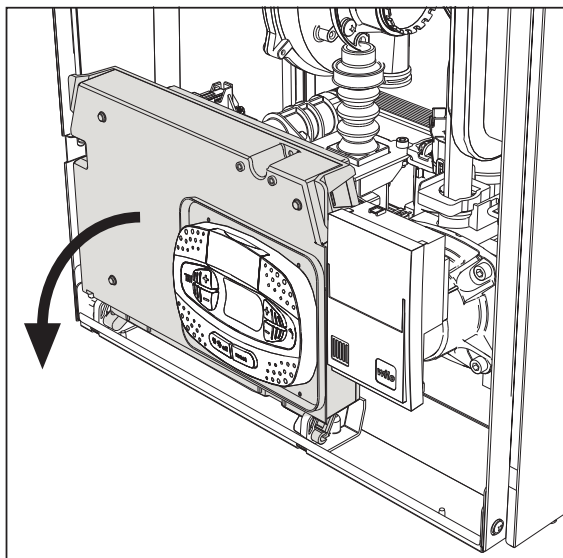
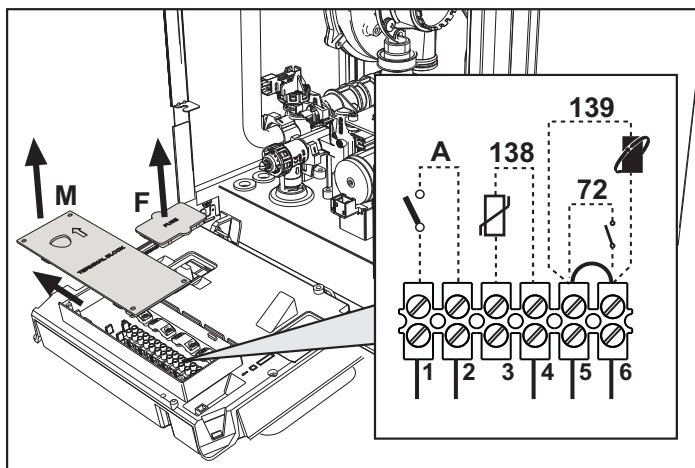

fig. 19
fig. 20
Dopo aver tolto il pannello frontale (*** 'Apertura del pannello frontale' on page 32 ***) è possibile accedere alla morsettiere (M) e al fusibile (F) seguendo le indicazioni descritte di seguito (fig. 19 e fig. 20). **I morsetti indicati nella fig. 20 devono essere a contatti puliti (non 230V).** La disposizione dei morsetti per i diversi allacciamenti è riportata anche nello schema elettrico alla fig. 61.